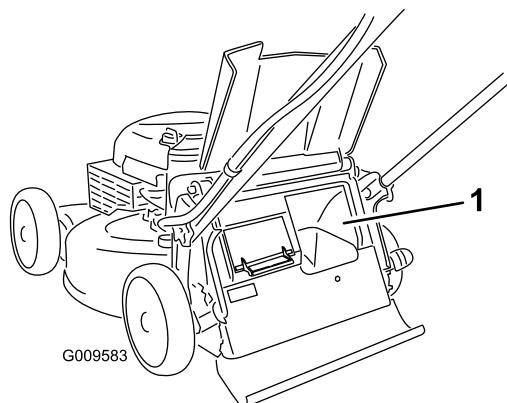

Figuur 16
- Als u het gras en de bladeren wilt oppangen, druk dan op de knop van de grasvangerhendel en beweeg deze naar voren tot de knop op de hendel naar boven klikt (Figuur 16).